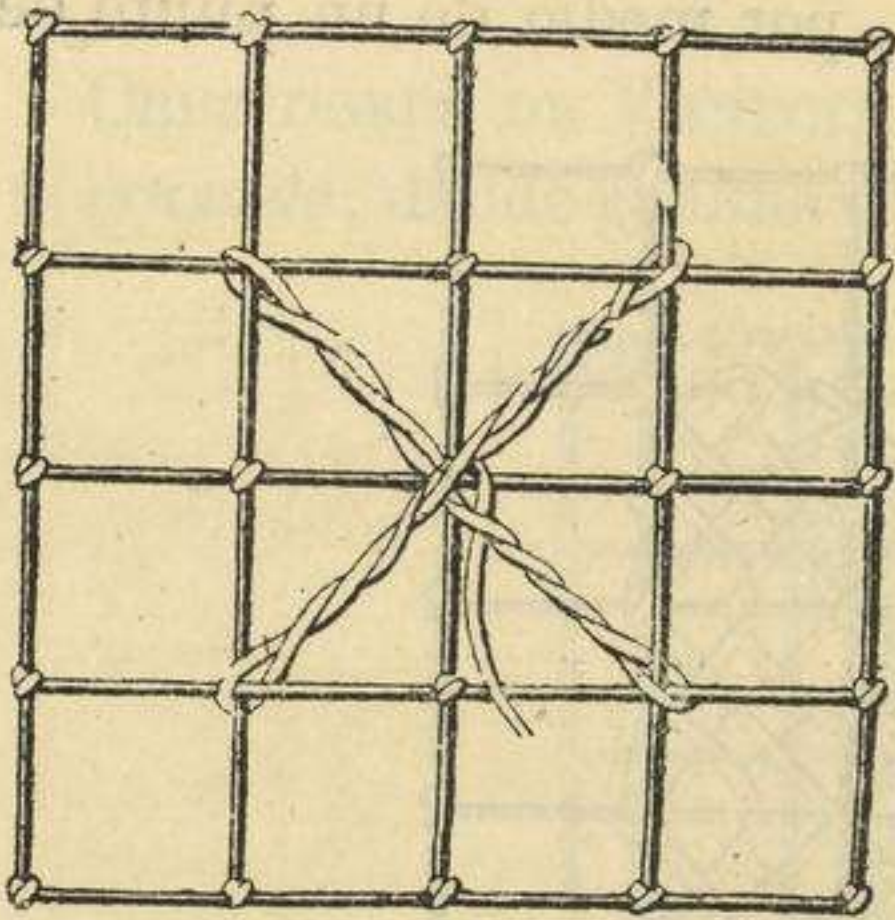

Fig. 175.—Cruz.
**ROSÁCEA.**—Se principia la rosácea por la *cruz* (fig. 175). — Los cuatro hilos de la cruz y los cuatro de la malla forman